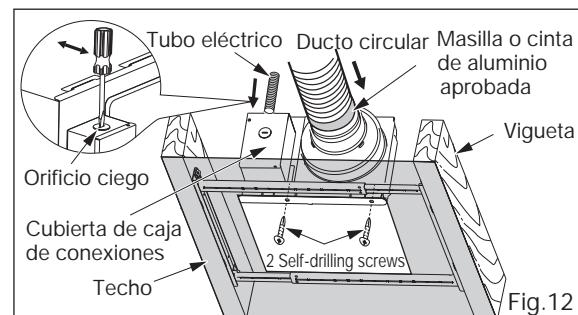

Fig.12
3. Instale el adaptador en el soporte Flex-Z Fast™ utilizando 2 tornillos autoperforantes. (Fig.12)